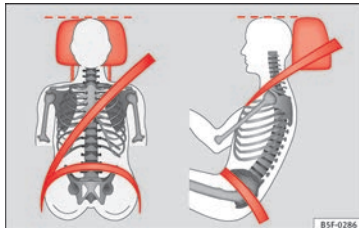

Fig. 83 Encosto de cabeça corretamente regulado visto de frente e de lado.
- Ajuste dos encostos de cabeça de modo a que o rebordo superior do encosto fique, na medida do possível, alinhado com o alto da sua cabeça, no mínimo à altura dos olhos » » **Fig. 83.**